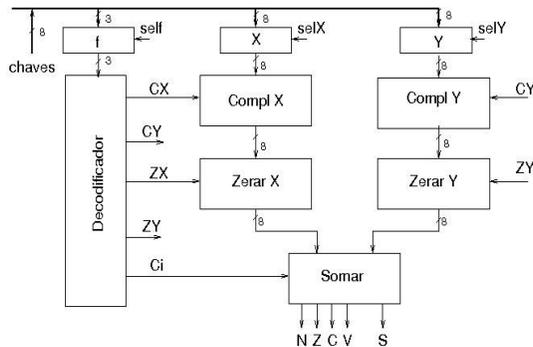

Figura 1: ULA.
Objetivo: Projeto de um circuito combinacional lógico-aritmético (ULA) de 8 bits em VHDL, composto de 3 módulos funcionais, conforme esquematiza Figura 1: complementar um valor, bit a bit, setar um valor em zero, e somar dois operandos considerando o transporte Ci.
d) Utilize o componente *FULLADDER* para construir um somador de 8 bits da Figura 1, representando os dados em **vetores de bits**. Verifique o *netlist* sintetizado, simule-o, e teste-o no ambiente MAX+PLUSII para os casos que produzam os valores para os bits de condição (N, Z, C, V) mostrados na Tabela 2.
Devido ao número limitado de chaves, os operandos e o código de operação são carregados, em separado, através das botoeiras *sel** e armazenados em um registrador, conforme mostra Figura 1. Descreva em VHDL estes registradores. Integre em VHDL todos os módulos projetados, exceto o decodificador de 7 segmentos, em um único componente, cujo esquemático é apresentado na Figura 1. Verifique o *netlist* sintetizado e simule o componente com os dados da Tabela 2. Anote os tempos de propagação em cada módulo, estimados pelo **Analisador Temporal** do Quartus II. Para validação em campo, mapeie a saída S em *displays* de 7 segmentos e os bits N, Z, C e V em *leds*.